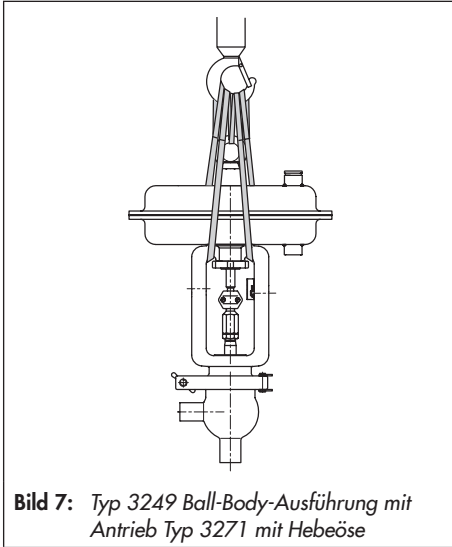

Bild 7: Typ 3249 Ball-Body-Ausführung mit Antrieb Typ 3271 mit Hebeöse
- Als Tragmittel einen Haken mit Sicherheitsverschluss verwenden (vgl. Bild 5, Bild 6 und Bild 7), damit die Anschlagmittel beim Heben und Transportieren nicht vom Haken rutschen können.
Bei Antriebsausführungen mit Hebeöse eine zusätzliche Hebeschlinge an der Hebeöse des Antriebs und am Tragmittel des Krans oder Gabelstaplers anschlagen (vgl. Bild 7).